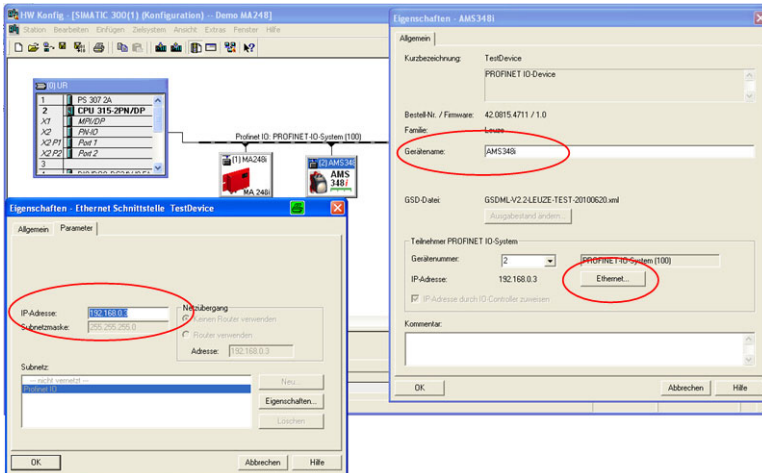

Bild 9.9: Eindeutigen Gerätenamen im Eigenschaftsfenster vergeben
- Zuweisen der Gerätenamen an die projektierten IO-Devices (siehe Bild 9.9)